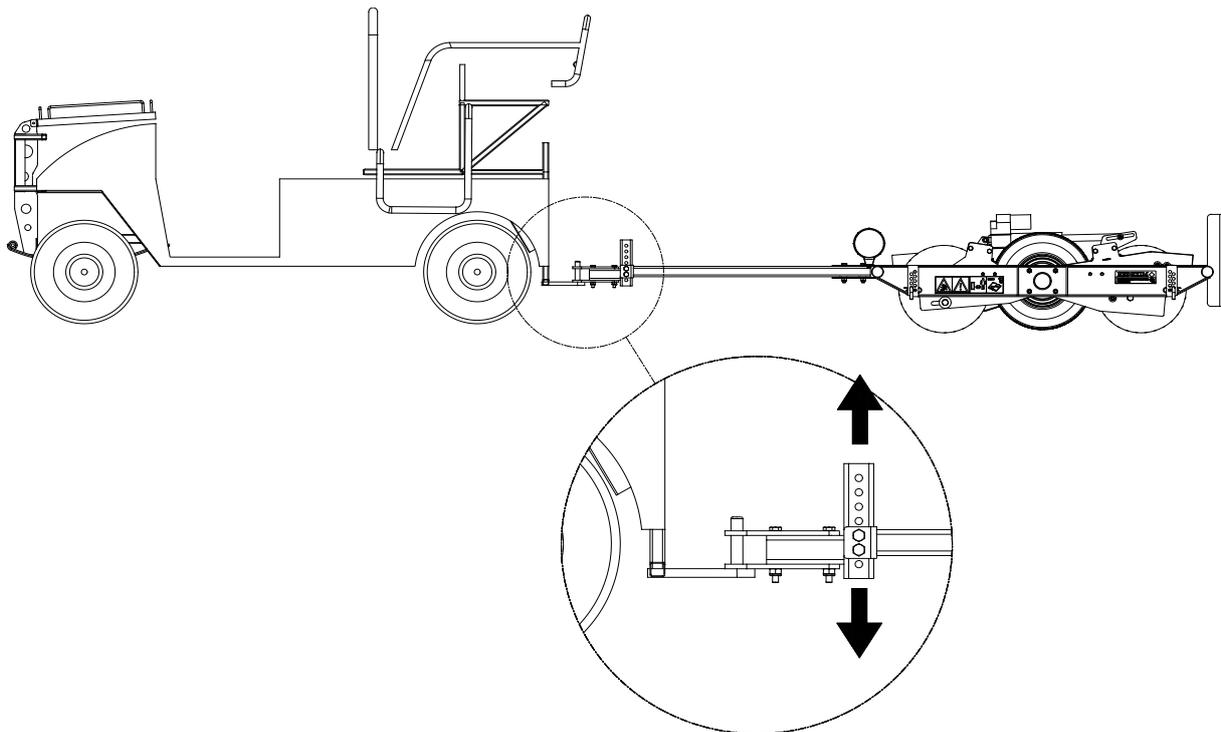

Fig. 9
Se puede acoplar el Speed-Brush al vehículo de tiro por medio de un gancho de tiro (fig. 9). El método de acoplar es como sigue:
3. Luego compruebe si el Speed-Brush está en posición horizontal. Si este no es el caso, se puede ajustarlo desatornillando los dos tornillos y seleccionando una posición superior/inferior (fig. 9).